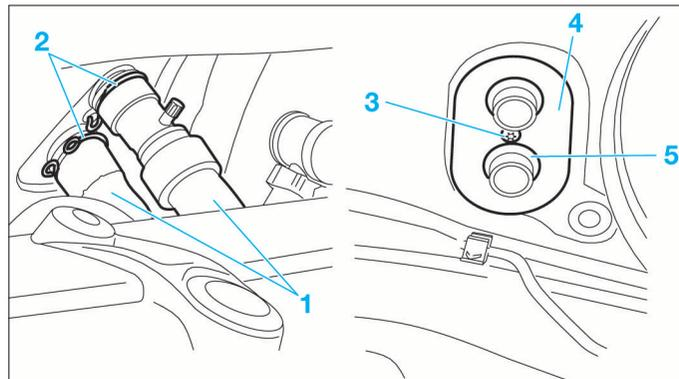
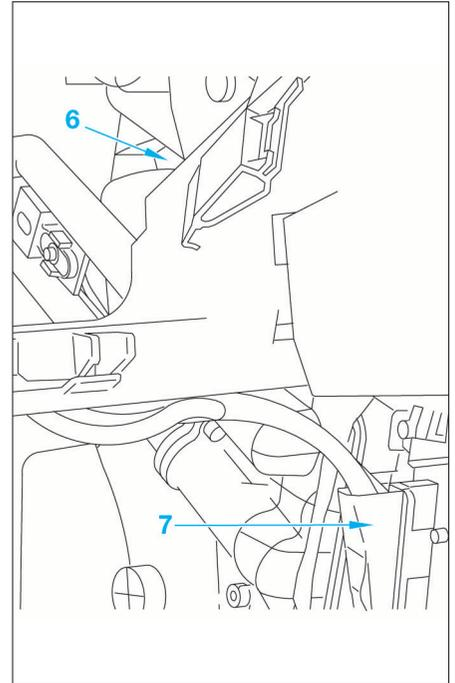

FIG. 16
FIG. 17
- Mettre en place des pince-durits sur les durits (1) du circuit de refroidissement (Fig.16).
- Déposer les deux clips de verrouillage (2) puis débrancher les durits (1).
- Déposer la vis (3) (Fig.16).
- Déposer la plaque de maintien (4) puis le joint d'étanchéité (5).
- Débrancher les connecteurs de module ou de résistance (6) de motoventilateur et de résistance chauffante supplémentaire (7) (Fig.17), dégager les faisceaux électriques.